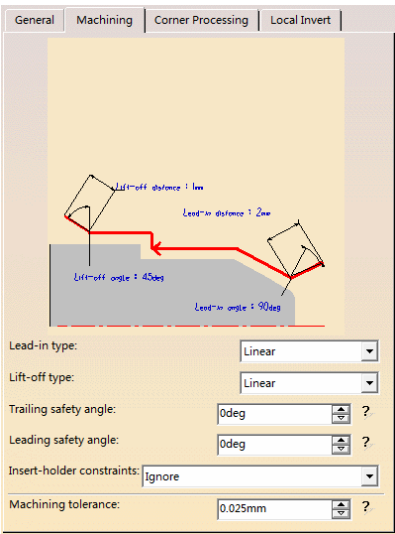

图 7-34 “Machining” 选项卡 (2)
- 在“Machining”选项卡(2)中, 设置切入/切出参数如图 7-34 所示。